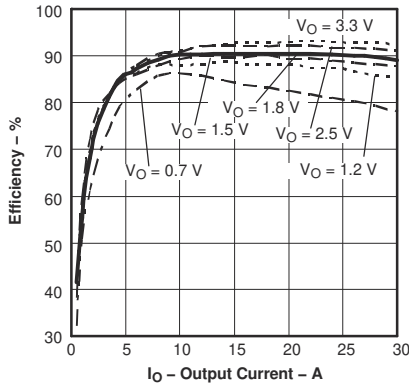
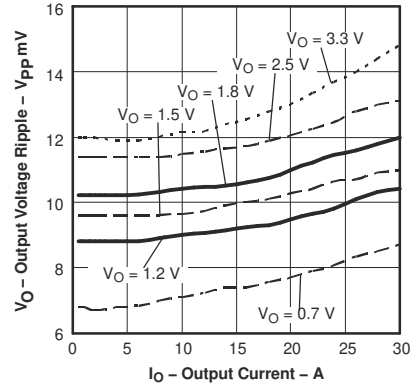
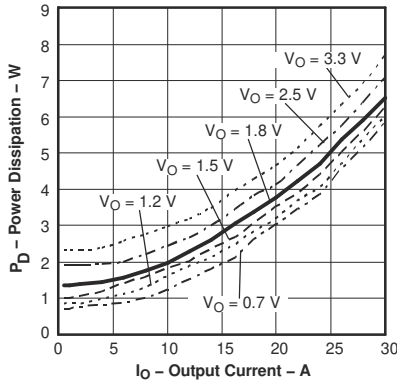

図 5-1. 効率と出力電流との関係
図 5-2. 出力リップルと出力電流との関係
図 5-3. 消費電力と出力電流との関係
- ¹ 電気的特性データは、25°C でテストした実際の製品に基づいて開発されたものです。このデータは、コンバータでは一般的なものと考えられます。図 5-1、図 5-2、および 図 5-3 に適用されます。